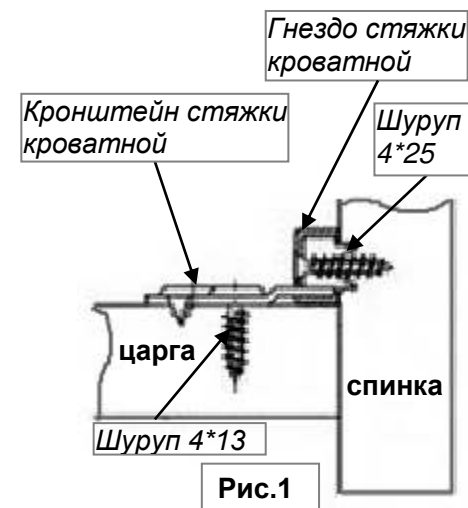

Рис.1
2. Шипы кронштейна стяжки кровати вставьте в отверстия на внутренней стороне царги (поз.4), как показано на рис 1 и закрепите их на шурупы 4*13 (смотри рис. 1).